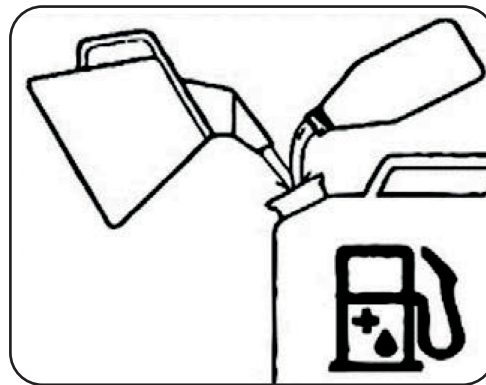

Рисунок 6.1. Топливо
- Всегда смешивать топливо и масло в отдельном чистом контейнере. Всегда следует начинать с наполнения половины количества используемого топлива. Затем добавить всё количество масла. Смешать (встряхнуть) топливную смесь. Добавить оставшееся количество топлива. Тщательно смешать (встряхнуть) топливную смесь перед заполнением топливного бака. (Рис. 6.1.)